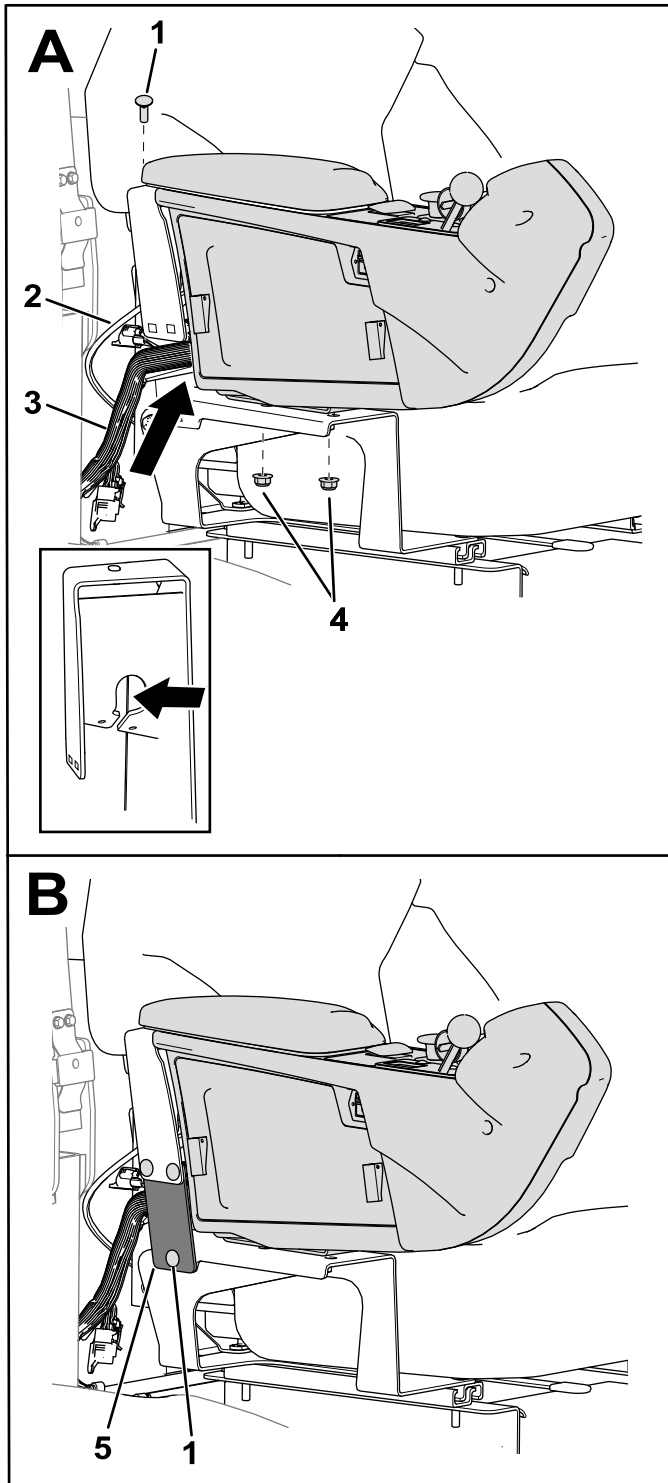

Bild 11
2. Positionieren Sie die Konsole an der Sitzhalterung (A in Bild 11).
- Für die Modelle 31900, 31901, 31907 und 31909: Stellen Sie sicher, dass der Gaszug im Spalt der Sitzhalterung über dem Kabelbaum positioniert ist (in A der Bild 11).
4. Befestigen Sie die Abdeckplatte an der Sitzhalterung mit drei Schlossschrauben und drei Muttern (B in Bild 11).
3. Befestigen Sie die Konsole mit den vorhandenen Muttern entfernt in [Positionieren des Sitzes \(Seite 2\)] und einer Schlossschraube und Mutter an der Sitzhalterung (A in Bild 11)